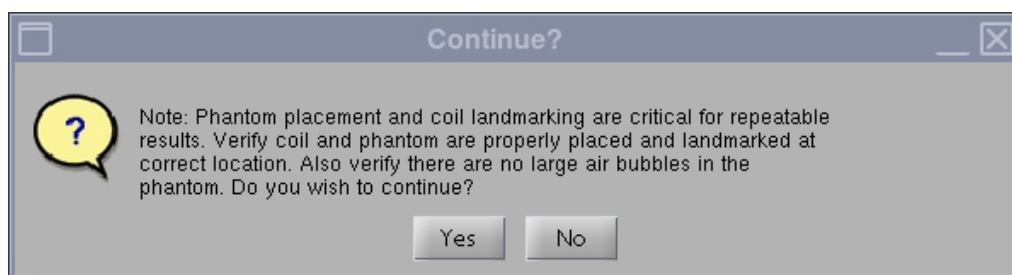

図 4
3. 起動すると、[Phantom placement and coil landmarking are critical for repeatable results]（ファントムの配置とコイルのランドマークは、再現性のある結果を得るのに極めて重要です）というメッセージが表示されます。ランドマークが正しく設定され、ファントムに気泡のないことを確認してから、[Yes]（はい）をクリックして続行します。（図 4）。